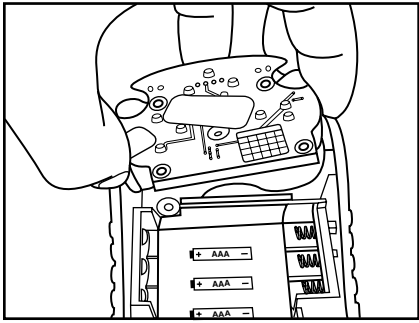

Fig. 37
- 4. Saque el sensor del equipo (Fig. 37).